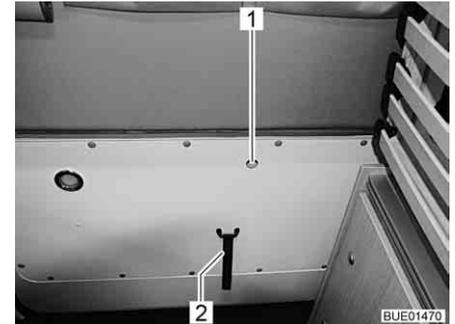

Fig. 32 Desbloqueo de la trampilla trasera, en el interior
- Tira hacia arriba de la palanquita que hay en la abertura (Fig. 32,1) con el dedo y empujar la trampilla trasera al mismo tiempo.
- Coger el borde de la trampilla trasera o el lazo (Fig. 32,2) y cerrar la trampilla trasera.